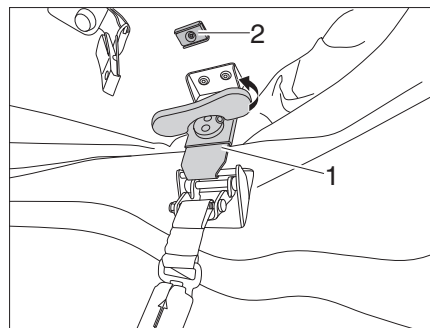
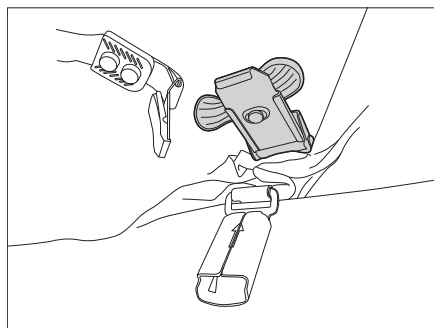

Fig. 49 Sbloccaggio dei bloccaggi
Fig. 50 Fissaggio dei bloccaggi
- Sollevare le maniglie girevoli del bloccaggio sinistro e destro (Fig. 49,1) e ruotarle in senso antiorario facendo sbloccare i bloccaggi.
- Richiudere la maniglia girevole e fissare il meccanismo di bloccaggio al magnete (Fig. 49,2) (Fig. 50).